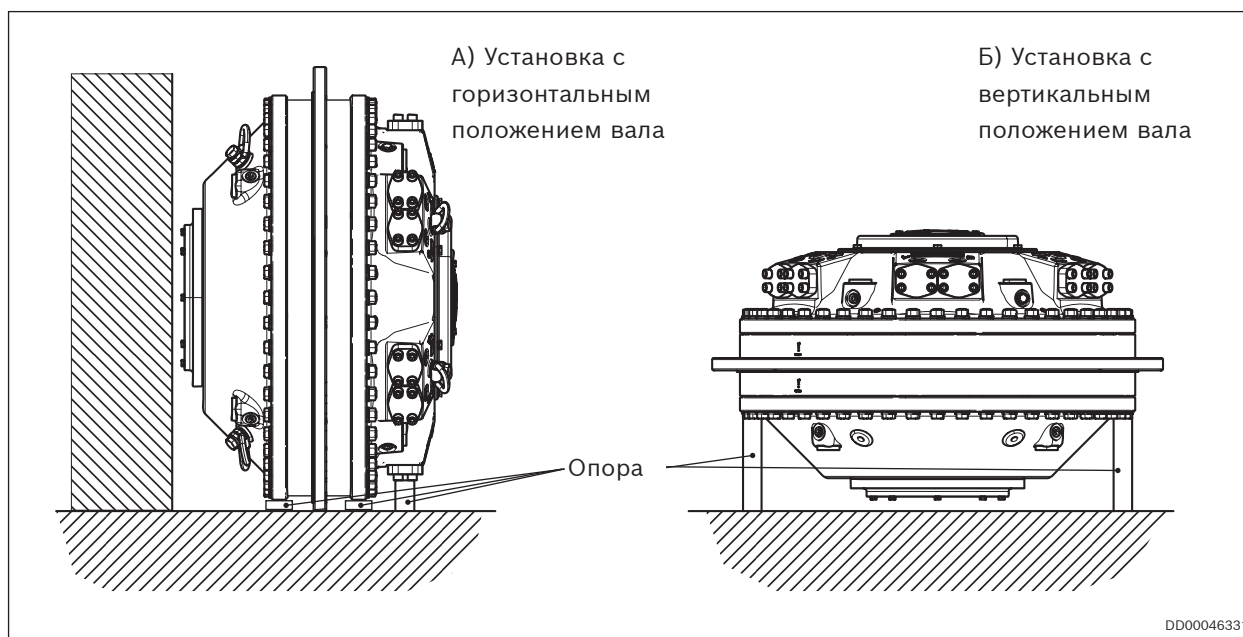

Рис. 12. Мотор CBm стоит на ровной поверхности (пример)
- ▶ Также рекомендуется предусмотреть опоры для монтажной поверхности мотора, см. Рис. 12
При размещении мотора на ровной поверхности, например, на полу, он должен стоять на своем наружном диаметре или на правильно защищенном конце полого вала. Также рекомендуется использовать подставки, показанные на Рис. 12.
1. Расположите мотор, как показано на Рис. 12, вар. А) Установка с горизонтальным положением вала.
5. Расположите мотор, как показано на Рис. 12, вар. А) Установка с горизонтальным положением вала, или В) Установка с вертикальным положением вала.